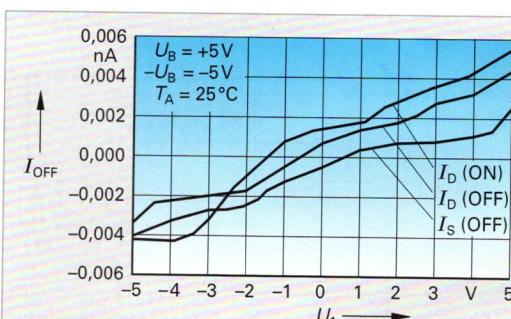

Bild 4: Reststrom
- Ein Analogschalter wird mit  $\pm 5$  V betrieben und ist ausgeschaltet. Ermitteln Sie aus **Bild 4** für die Eingangsspannung  $U_1 = -1$  V den Reststrom an Source in pA.